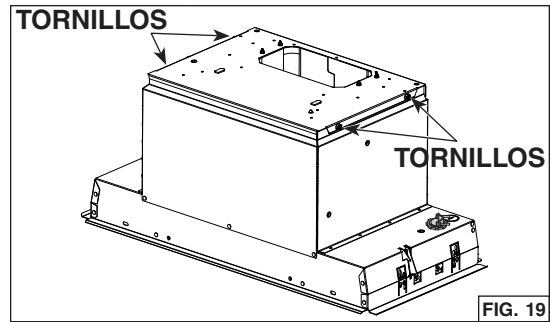

FIG. 19
7. Quite los 4 tornillos (dos por lado) manteniendo esta placa a la parte superior del aparato (FIG. 19). Levante cuidadosamente el ventilador y la placa de soporte y póngalos a un lado. El ventilador y su placa luego se reinstalará en el aparato.